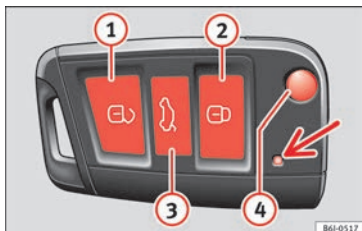

Fig. 114 Affectation des touches de la clé à radiocommande
La touche ④ » **fig. 114** de la radiocommande permet de débloquent le panneton de la clé.
Déverrouillage du véhicule ② » **fig. 114** ①.
Verrouillage du véhicule ③ » **fig. 114** ②.
Déverrouillage du hayon arrière. Appuyez sur la touche ③ » **fig. 114** ③ jusqu'à ce que tous les clignotants du véhicule s'allument brièvement. Après avoir appuyé sur le bouton de déverrouillage ③ ③, vous disposez de 2 minutes pour ouvrir le hayon. Une fois ce temps écoulé, il se verrouillera de nouveau.
D'autre part, le témoin de la pile de la clé » **fig. 114** (flèche) clignotera.
- Appuyez sur la touche   » **fig. 114** de la radiocommande.